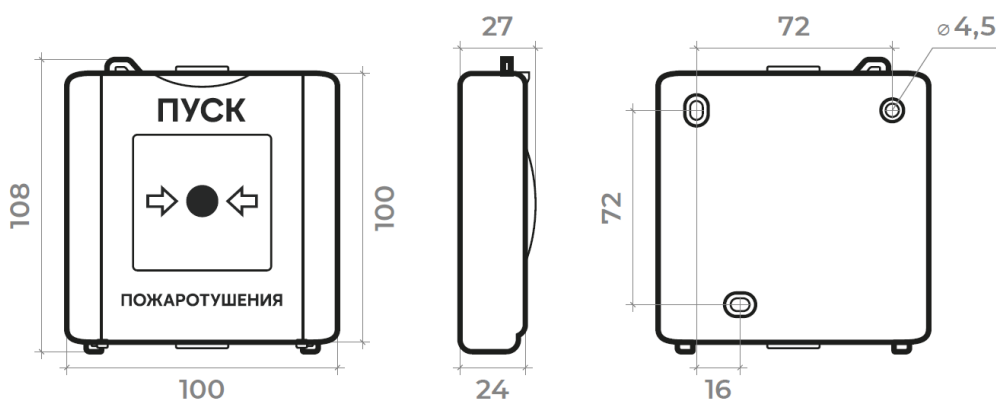
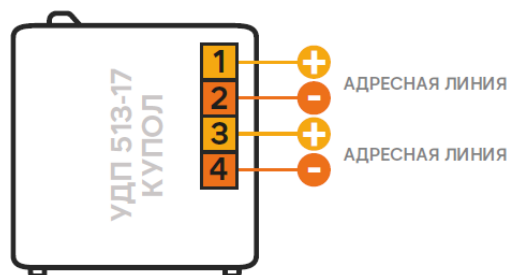

Рис.1. Габаритные и установочные размеры УДП.
Рис. 2. Назначение клемм УДП.
2.1.2. Габаритные и установочные размеры показаны на рис.1, назначение клемм – на рис.2.